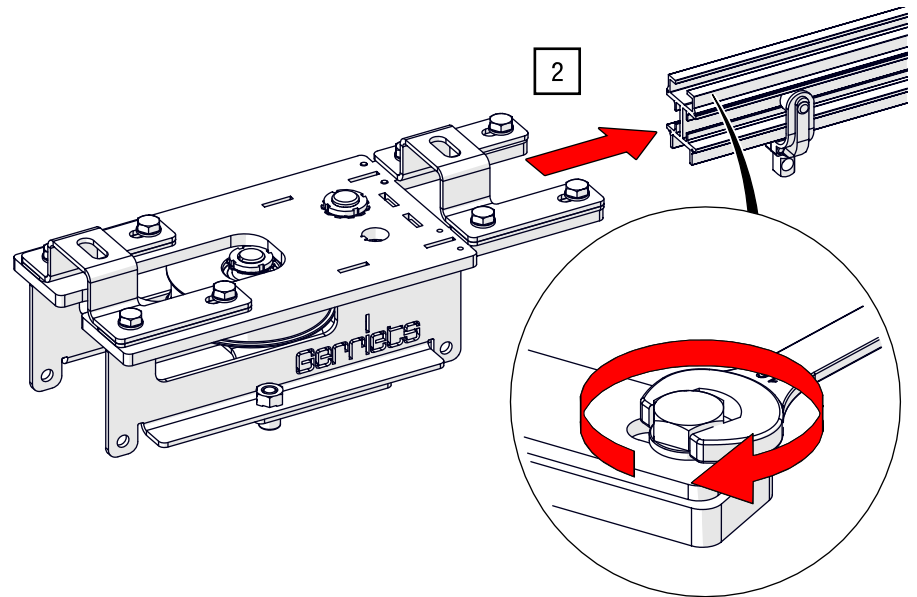

Abb. 70: BELT-TRACK Umlenkeinheit – Umlenkeinheit mit Riemenspanner montieren
2. Schieben Sie den Steg in das Schienenprofil und ziehen Sie anschließend die Schrauben mit einem Gabelschlüssel SW 17 an (siehe Abb. 70).